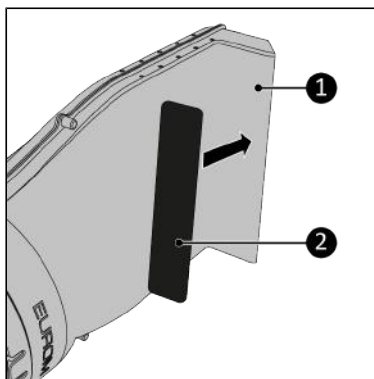

Figure 160.
5. Collez la mousse antidérapante de 40 x 220 mm (Figure 160, pos. 2) à l'intérieur du Way-out (Figure 160, pos. 1).